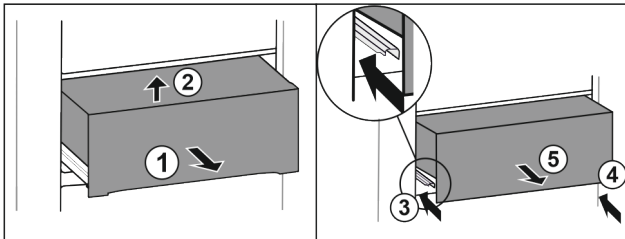

Fig. 22
- ▶ Витягніть ящик на половину Fig. 22 (1).
- ▶ Підняти вперед Fig. 22 (2).
- ▶ Вставити ліву рейку Fig. 22 (3).
- ▶ Вставити праву рейку Fig. 22 (4).
- ▶ Вийняти висувний ящик рухом вперед Fig. 22 (5).